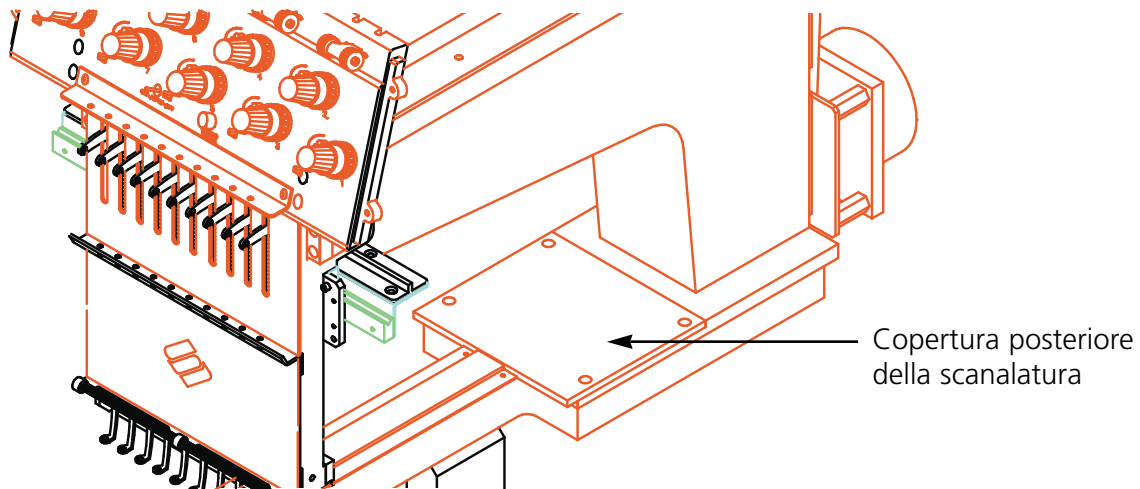

Figura 4-11
2. Togliete la copertura posteriore della scanalatura come indicato nella Figura 4-11.